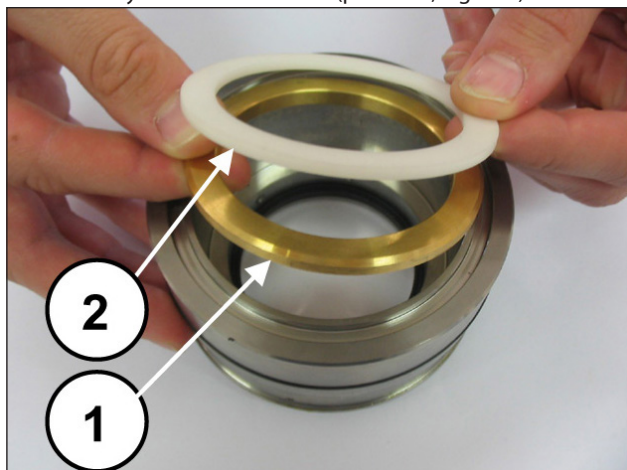
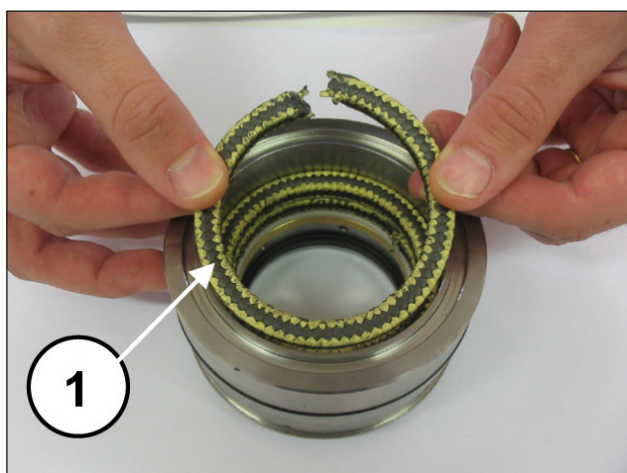
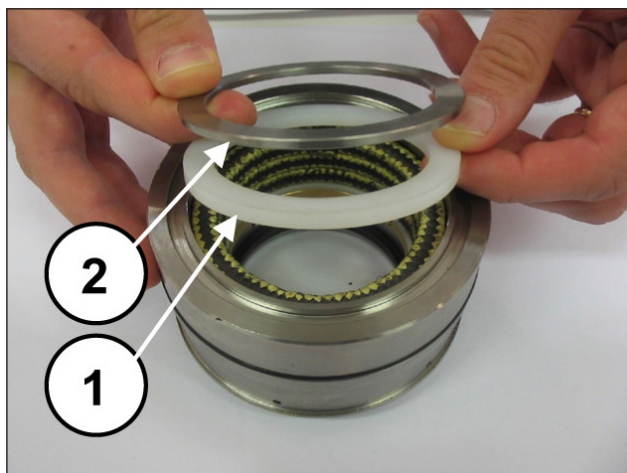

Fig. 201
Fig. 202
Fig. 203
Montar el anillo de soporte, el anillo antiextrusión (pos. ①②, Fig. 201), los tres anillos de estanqueidad KC de manera que los cortes formen un ángulo de 120° (pos. ①, Fig. 202), el anillo de retén KC y el anillo del muelle (pos. ①②, Fig. 203).